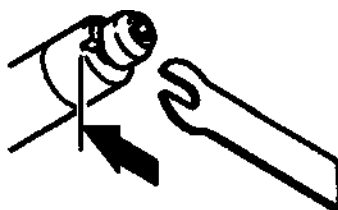

Рисунок 2. Установка лезвия
2. Установить лезвие под стопорный винт, направленный к соединению с петлей. См. Рисунок 2.